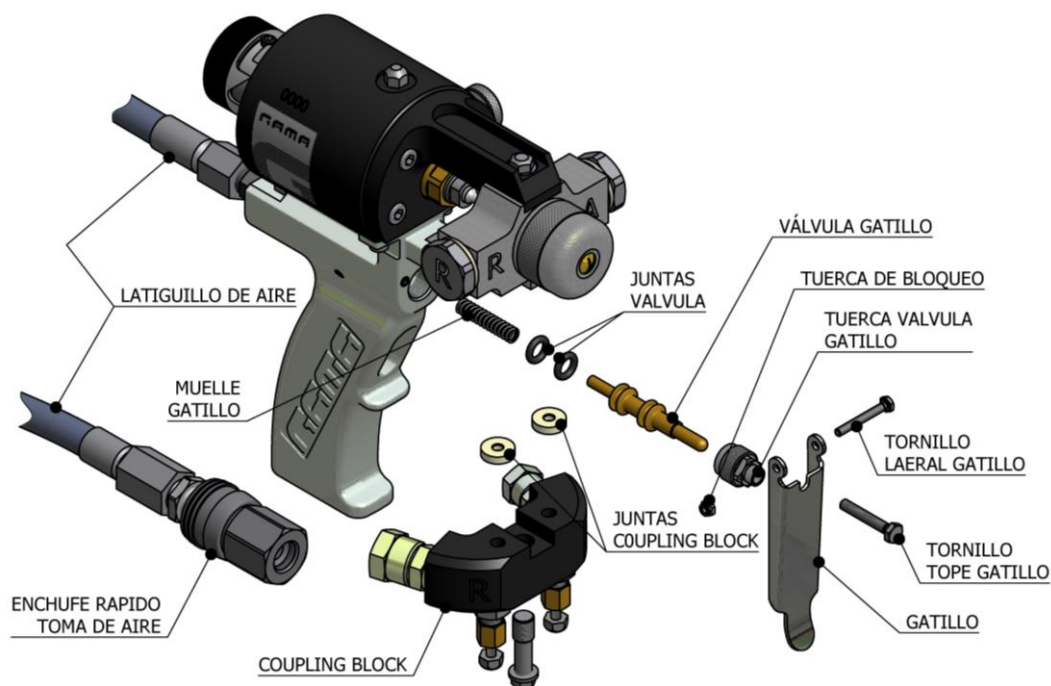

Figura. 22
4. Desenrosque el tornillo de tope del gatillo (ver **Figura. 22**).
5. Desmonte la tuerca de retención, el tornillo lateral y el gatillo (ver **Figura. 22**).
6. Desenrosque la tuerca de la válvula gatillo (ver **Figura. 22**).
7. Desmonte la válvula. La válvula lleva un muelle en su interior, tenga cuidado de no extraviarlo (ver **Figura. 22**).